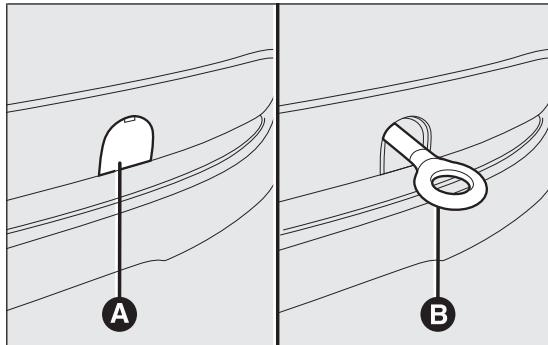

Abb. 132
- Den Abschleppring B Abb. 132 aus seinem Sitz in der Werkzeughalterung nehmen;